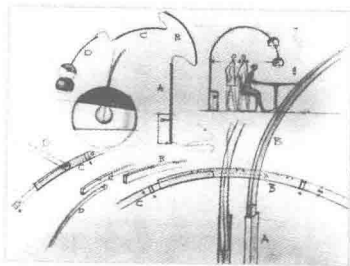

图 1-10 钓鱼灯设计草图
- **工业设计:** 用草图表达设计概念、推敲机能结构、设计细节及场景展示等(如图1-10所示)。